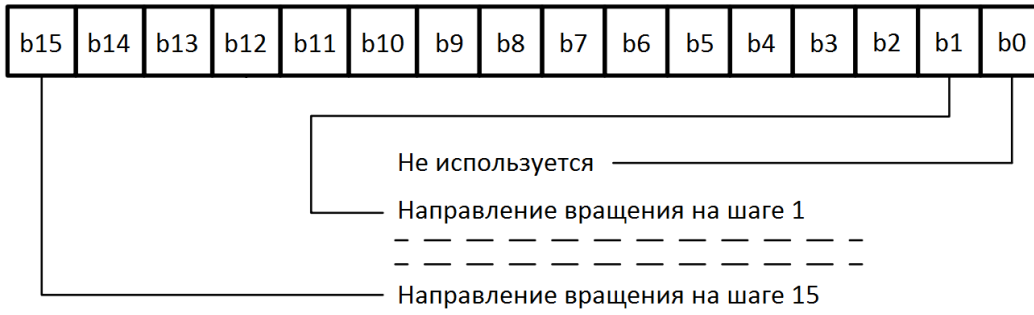

Рисунок 3 — Задания направления вращения на каждом шаге
4. Настройка программного режима осуществляется с помощью параметров P500...P553. Пример работы программного режима приведен на рисунке 2. Параметры P533 и P536 задают направление вращения для всех шагов программного режима. Направление задается 16 разрядами в двоичной системе, а затем переводом значения в десятичную систему (см. рисунок 3). Каждый двоичный разряд задает направление вращения: 0 – вращение вперед, 1- вращение назад. Настройки параметров P533 и P536 вступают в силу только при включении программного режима.